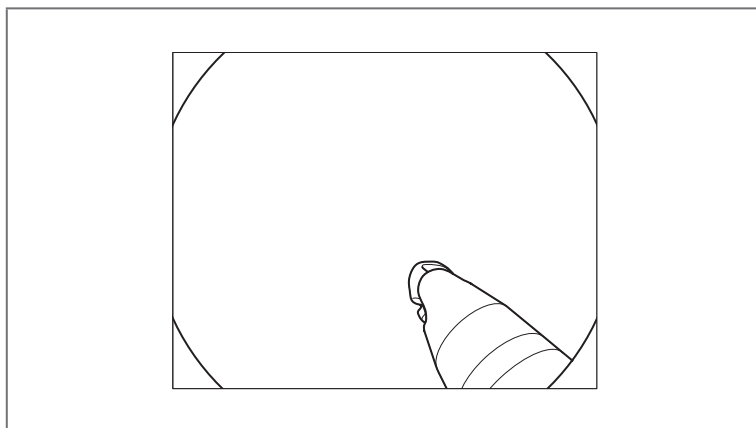

Рис. 4.3
2. Медленно введите эндоскопическое устройство и убедитесь, что дистальный конец эндоскопического устройства находится в поле зрения. (см. рисунок 4.3)